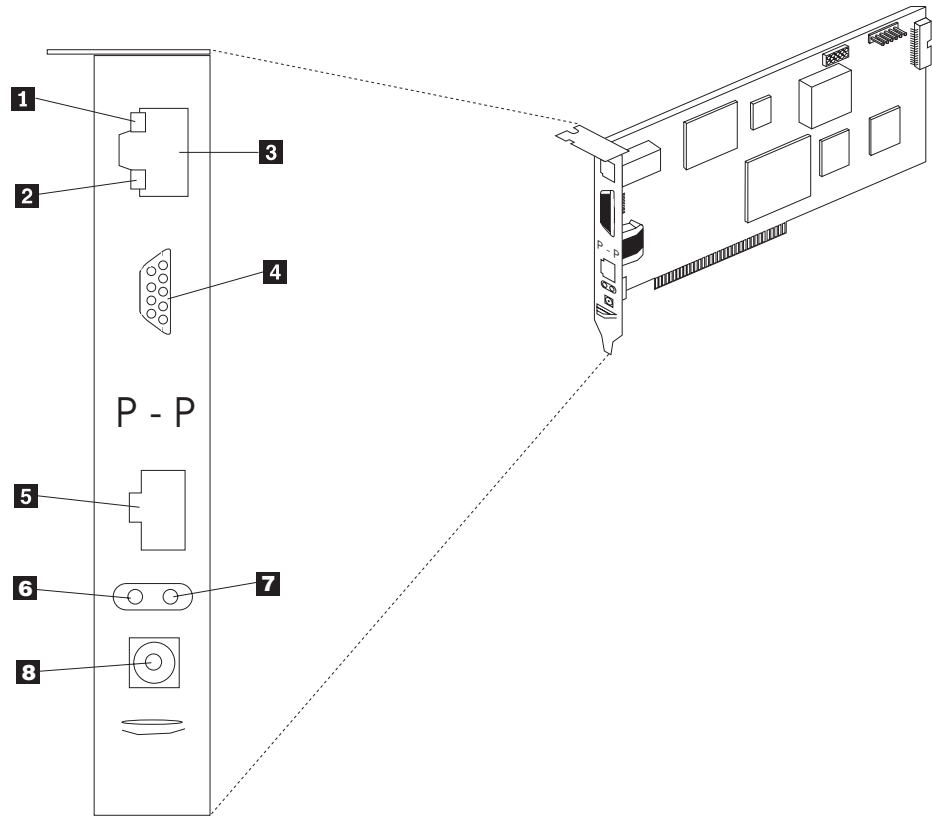

图 108. “远程监控适配器”上的以太网 LED 和外部端口
2. 检查以太网 LED。图 108 显示了 LED 的位置。